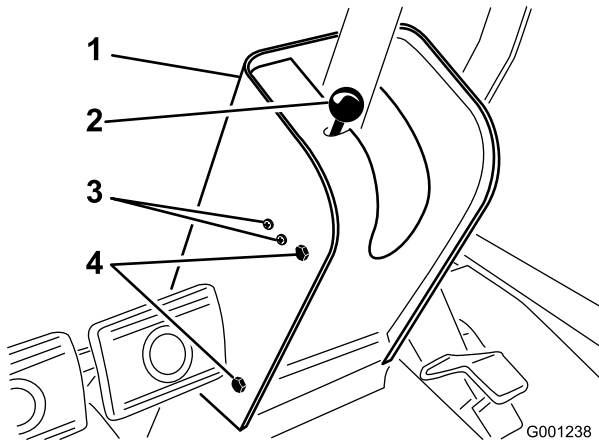

Figure 60
2. Retirez le bouton de la tige du frein de stationnement et les vis du couvercle de la colonne de direction (Figure 60).
4. Desserrez les vis et écrous de fixation du contacteur du frein de stationnement sur la gauche de la colonne de direction (Figure 60).